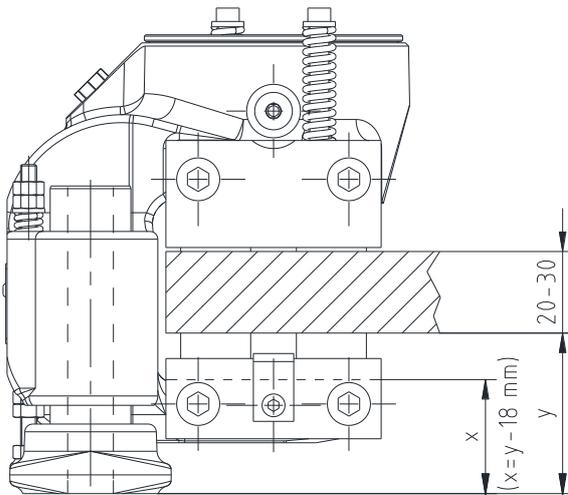
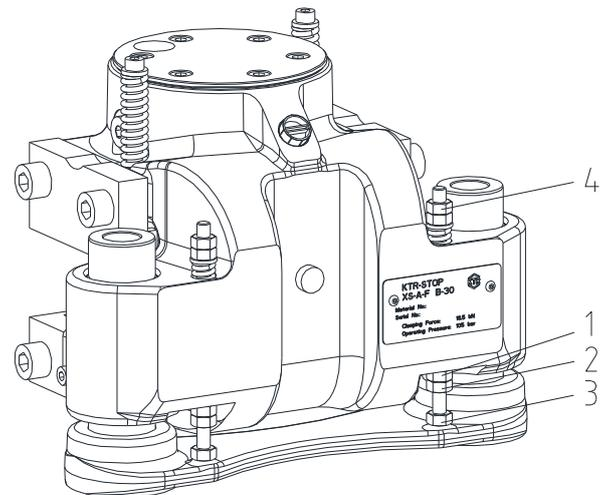

Bild 10: Einstellung Spalt
Bild 11: Einstellung Zentrierungssystem
- Stellen Sie den Spalt auf 0,5 mm bzw. auf den geforderten Wert  $x$  (siehe Bild 10) ein, indem Sie die in Bild 11 mit 1 markierte Sechskantmutter in die Richtung nach oben oder unten schrauben.
- Kontern Sie die Sechskantmutter mit der in Bild 11 mit 2 markierten Sechskantmutter.